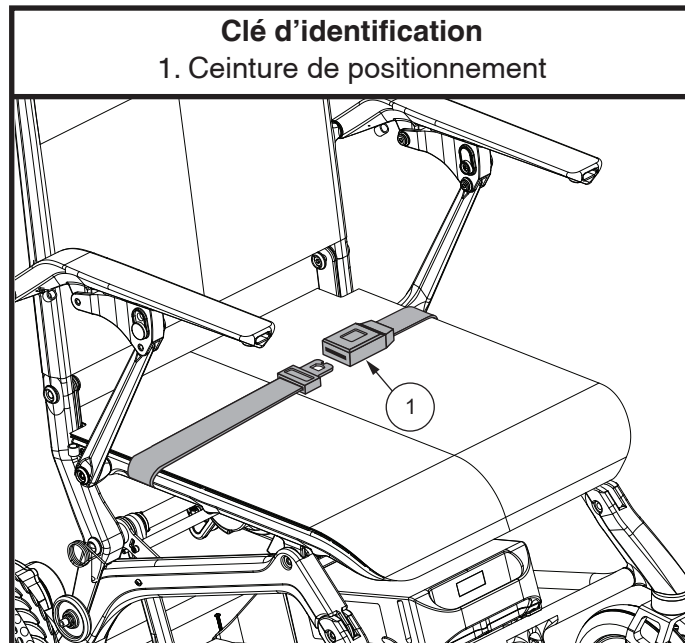

Figure 11. Ceinture de positionnement
Votre fauteuil motorisé peut être équipé d'une ceinture de positionnement réglable pour un meilleur confort. **Voir la figure 11.** La ceinture de positionnement, réglable, a été conçue pour soutenir et empêcher tout glissement vers le bas ou vers l'avant une fois assis. La ceinture de positionnement n'a pas été conçue pour être utilisée comme ceinture de sécurité.
1. Une fois la ceinture en place, insérez la languette en plastique d'un côté de la ceinture dans le boîtier en plastique du côté opposé jusqu'à ce que vous entendiez un clic. **Voir la figure 11.**